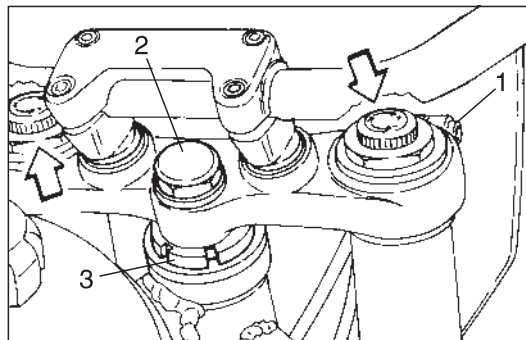

Fig. 32
- Allentare le viti (1-2-Fig. 32).
- Avvitare la ghiera (3-Fig. 32) per recuperare il gioco.
- Riavvitare parzialmente la vite (2-Fig. 32) fino ad appoggiare la piastra sulla ghiera (3-Fig. 32).
- Serrare le viti (1-Fig. 32).
- Fissare la vite (2-Fig. 32).
REGOLAZIONE DELLA FORCELLA E DELLA SOSPENSIONE POSTERIORE (Fig. 32 ÷ 35)